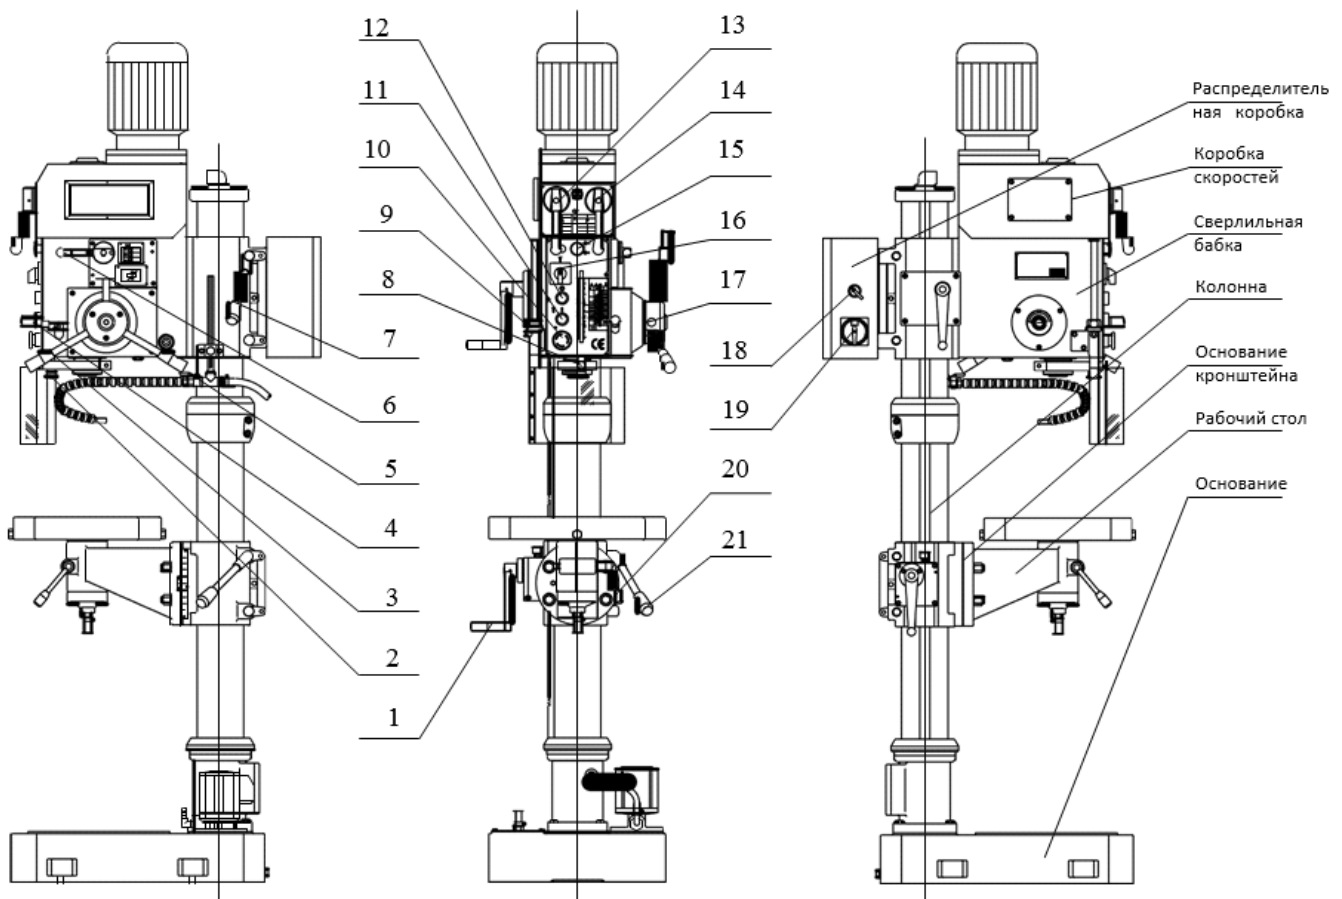

Рис.1
Для включения станка переведите главный выключатель (19, рис.1) в положение «ON».
Включите вращение шпинделя, нажав на кнопку (11, рис.1)
Пользуясь таблицей, расположенной на передней части сверлильной головки, выберите необходимую скорость и установите требуемые положения ручек (13, 14, 16, рис.1)
Ручная подача: На сверлильной бабке справа расположены три рычага подачи (3, рис.1) с двумя положениями. Переведите любой из трёх рычагов влево и опустите вниз.
Выберите нужную скорость автоподдачи по табличным данным на передней части сверлильной головки, и установите ручки (13, 14, 16, 6) в требуемое положение. Переведите рычаг подачи (3, рис.1) в правое положение, при этом рычаг (4, рис.1) автоматически поднимется вверх, включится автоподача. Для остановки подачи нажмите рычаг (4, рис.1) до появления звука щелчка, после этого ручки (3, рис.1) автоматически вернуться в левое боковое положение, и подача шпинделя остановится.
Для серийного производства необходимо задать глубину сверления. Для этого существует шкала спереди сверлильной бабки. Ослабьте винт с накаткой (8, рис.1) поворотом рукоятки (2, рис.1), перемещением шкалы задайте нужную глубину, затяните винт (8). Теперь глубина сверления задана.
Поверните рычаг подачи (3) и приблизьте метчик к заготовке. (Рычаг должен быть в левом положении ручной подачи. Нажмите на блокиратор автоподдачи (17, рис.1) для
Остановить станок можно, нажав на кнопку (12, рис.1). Если требуется аварийная остановка при работе, нажмите кнопку аварийной остановки (10, рис.1), что приведёт к отключению станка.
Станок оснащён устройством быстрой смены режущего инструмента, управляемым рукояткой (15, рис.1). Надавите рукоятку (15) в направлении сверлильной бабки, если требуется установка режущего инструмента. При снятии инструмента надо немного выкатить пиноль, вытянуть рукоятку (15), и, придерживая режущий инструмент левой рукой, поднимите пиноль, инструмент выпадет вниз.